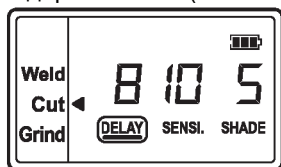

Рис. 5a
**Режим резки** (Степень затемнения 5 ~ 8) / **Режим сварки** (Степень затемнения 9 ~ 13) - Задержка 0 ~ 10 (См. Рис. 5a / 5b)